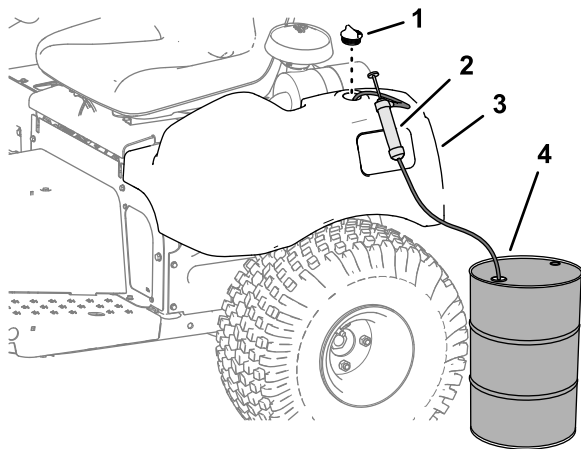

图 47
1. 从液压油箱上取下盖子图 47。
2. 将液压油从液压油箱中泵出图 47。